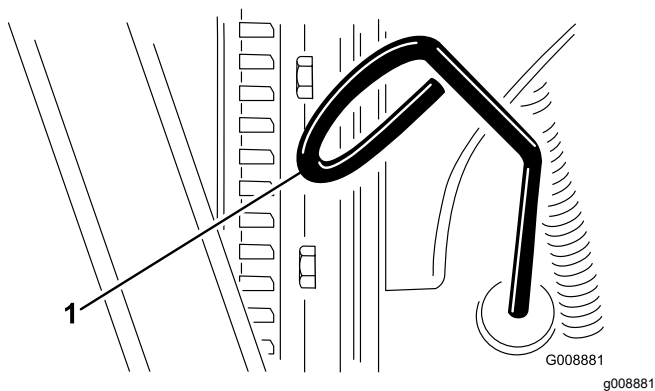

Рисунок 71
3. Выньте масломерный щуп (Рисунок 71) и протрите его чистой ветошью.